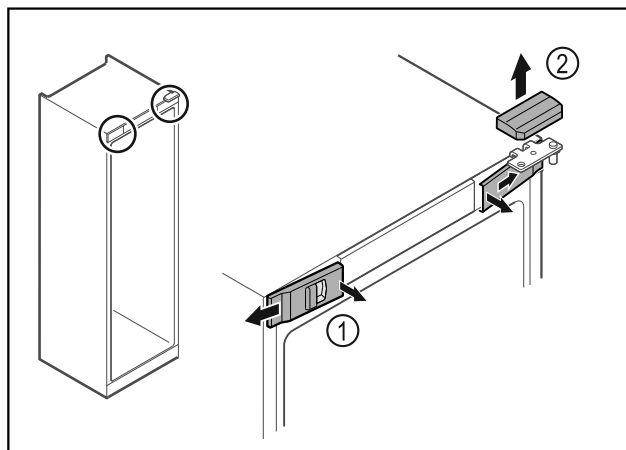

Fig. 14
- Odistite zvnútra predné kryty Fig. 14 (1) a odoberte ich do strany.
- Odoberte horný kryt Fig. 14 (2) nahor.